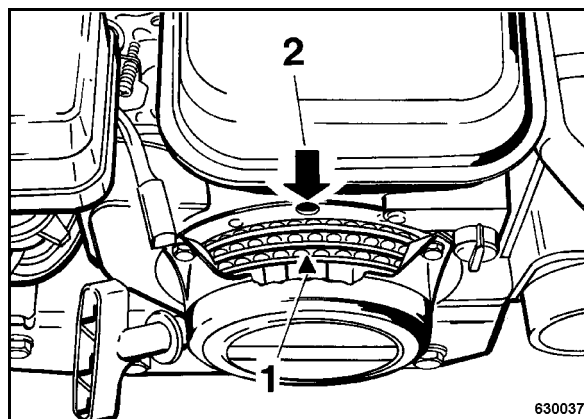

рис. 71
- С помощью стартера выровнять треугольную отметку (1) (рис. 71) ременного шкива стартера по верхнему отверстию (2).